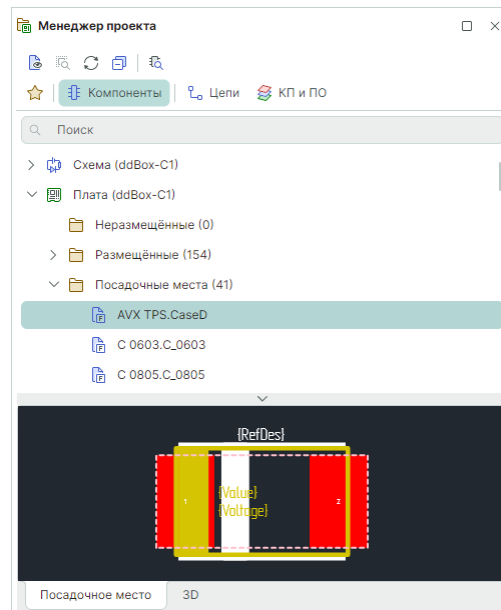

Рис. 155 Посадочные места в панели «Менеджер проекта»
- В панели «Менеджер проекта» («Компоненты» → «Плата» → «Посадочные места»), см. Рис. 155.